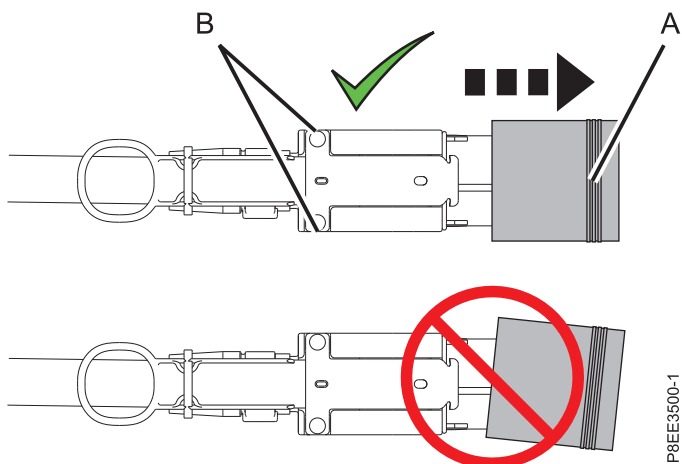

Figura 20. Extracción de la funda protectora del conector del cable del cajón de expansión
- b. Quite la funda protectora del conector del cable del cajón de expansión. Sostenga el alojamiento de cables (**B**) por los extremos cortos con los dedos índice y pulgar de una mano. A continuación, sosteniendo la cubierta por el extremo largo (**A**) con los dedos índice y pulgar de la otra mano, tire de la funda protectora para extraerla. Consulte Figura 20 en la página 28.